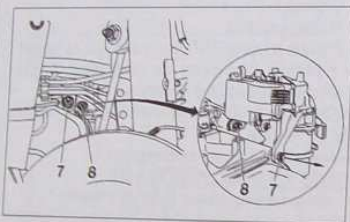

FIG. 6
- les écrous (7) et (8) (Fig.6).
- Glisser l'actionneur de boîte de vitesses sur les vis colonnettes (voir flèche sur Fig.6).